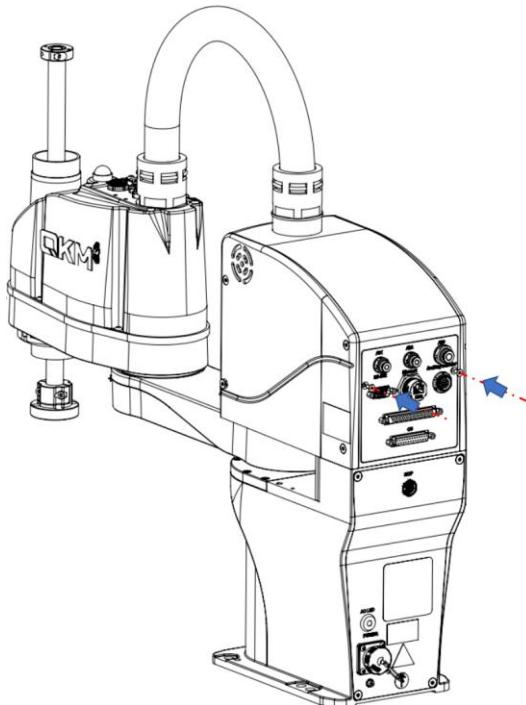

图 4-11 上控制柜接口面板安装示意图
**步骤2** 再使用 2.5 号内六角扳手将机器人上控制柜的螺钉进行锁紧（2 N·m），如图 4-11 所示。